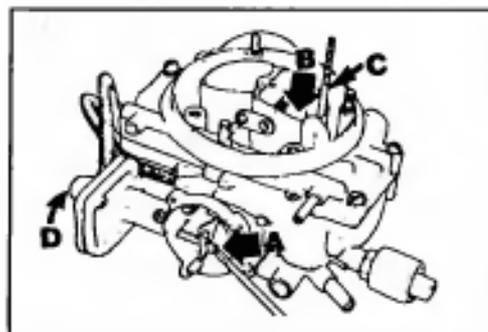

Рис. 4 Зазор воздушной заслонки - регулировка
- в) Нажмите на рабочую тягу воздушной заслонки в направлении, показанном стрелкой (А) на Рис. 4.
- е) При необходимости отрегулируйте зазор при помощи регулировочного винта (D, Рис. 4).